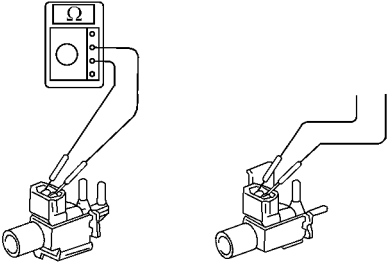

图 19-67 用电阻表测量两个端子之间的电阻
(4) 检查有无开路。使用电阻表测量两个端子之间的电阻。如图 19-67 所示。